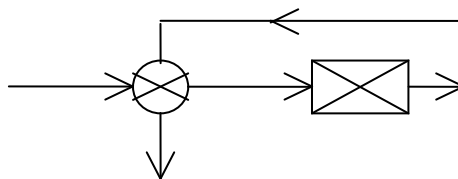

Рис. 1. Операторная схема ХТС
1. Определить вероятность $Pc(t)$ безотказной работы ХТС (рис. 1), состоящей из теплообменника и реактора, в котором протекает экзотермическая реакция за $t = 100$ ч.